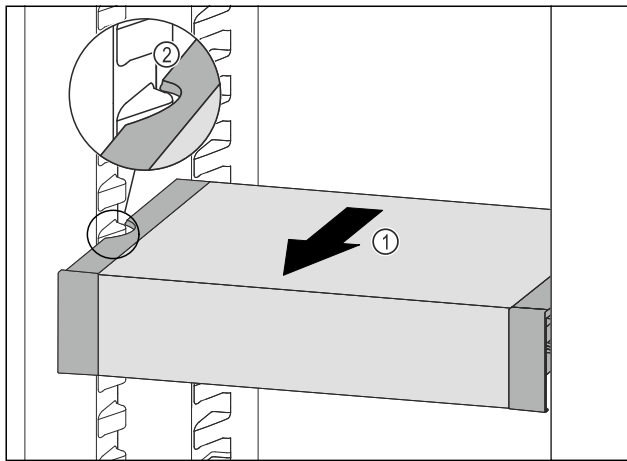

Fig. 123
- ▶ Tirer le VarioSafe vers l'avant Fig. 123 (1) jusqu'à ce que les encoches latérales du VarioSafe se trouvent au niveau de la nervure du bac dans la partie réfrigérateur. Fig. 123 (2)